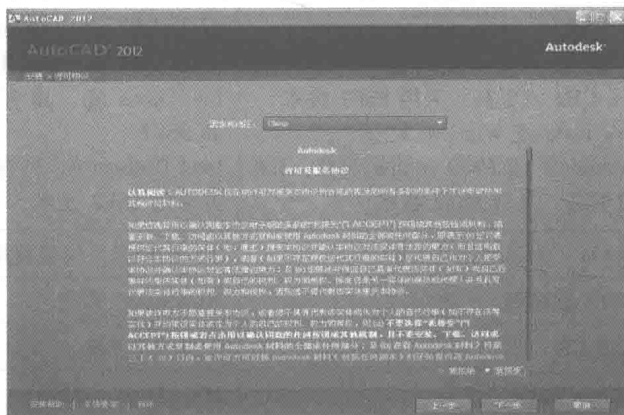

图 1-2 “许可协议”对话框
②单击“安装”按钮, 弹出许可协议对话框, 如图 1-2 所示。